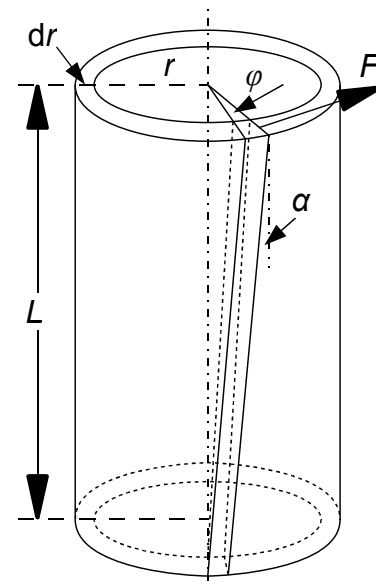

Abbildung 2: Torsion eines Zylinders
Dabei ist r der zu dem Volumenelement gehörende Radius (siehe auch Abb. 2). Die für die Deformation dieses Volumenelementes erforderliche Kraft ist nach Gleichung (1)